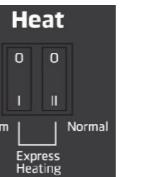

Рис.3
- Для включения первой ступени нагрева (440 Вт - Econom) переведите в положение «I» левую клавишу на выключателе электронагрева, расположенного рядом с панелью управления в верхней части корпуса прибора (рис.3).